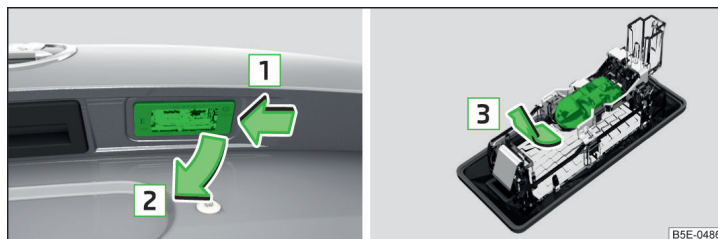

Fig. 225 Desmontar la luz de la matrícula / cambiar la bombilla
- Empuje la lámpara en la dirección de la flecha **1** » fig. 225.